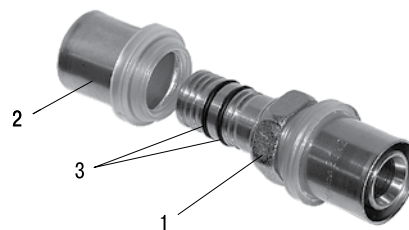

Рис. 6.2. Фитинг PRO AQUA RBM
Пресс-фитинг (см. рис. 6.2) состоит из корпуса фитинга со штуцером (1), металлической обжимной гильзы с диэлектрической вставкой из прозрачного пластика (2) и двух уплотнительных колец EPDM (3).